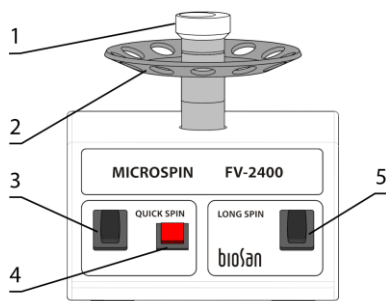

Рисунок 1. FV-2400
4.4.1 **FV-2400 и FVL-2400N.** Чтобы сменить ротор (рис. 1/2 или 2/3), держите его одной рукой и открутите головку вихря (рис. 1/1 или 2/2) против часовой стрелки. Смените освобождённый ротор и закрутите головку вихря.
5.2.2 **Быстрое центрифугирование.** Вставьте пробирки в ротор, соблюдая равновесие. Переведите переключатель **QUICK SPIN** (рис. 1/3) в положение **I** (включено). Нажмите и держите нажатой красную кнопку (рис. 1/4) для центрифугирования. После отпускания кнопки ротор останавливается. Переведите переключатель **QUICK SPIN** в положение **O** (выключено) и извлеките пробирки.
5.2.3 **Вортексирование.** Уберите все пробирки из ротора. Переведите переключатель **QUICK SPIN** в положение **I**. Мягко держа пробирку за верх, прижмите низ пробирки к углублению головки вортекса (рис. 1/1). Для вортексирования, нажмите и держите красную кнопку. После отпускания кнопки ротор останавливается. Переведите переключатель **QUICK SPIN** в положение **O**.
5.2.4 **Продолжительное центрифугирование.** Вставьте пробирки в ротор, соблюдая равновесие. Переведите переключатель **LONG SPIN** (рис. 1/5) в положение **I** (включено). Ротор начнёт движение. Переведите переключатель **LONG SPIN** в положение **O** (выключено), дождитесь остановки ротора и извлеките пробирки.